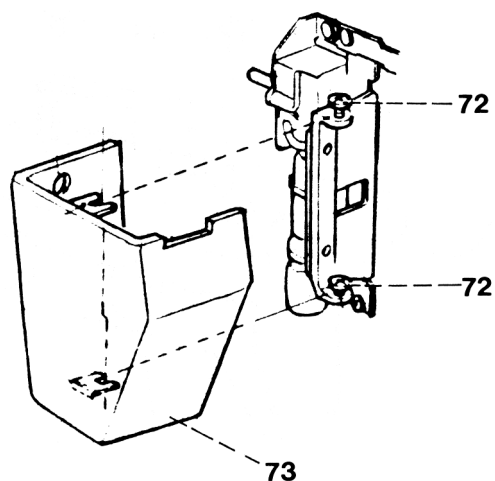

Рис. 26
- Ослабить на два оборота два винта 72 (рис. 26).
- Правильно одеть крышку 73 (рис. 26а).
Рис. 26а